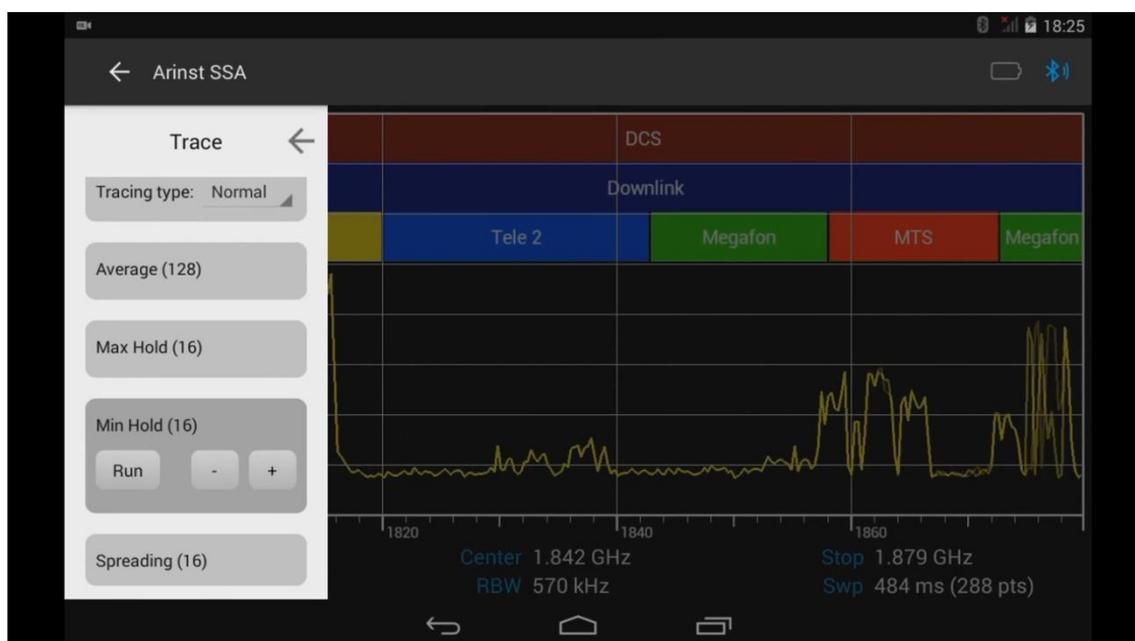

Рисунок 59 – Установка числа сканирований для отображения минимумов.
8.9.8. Режим **Min Hold** позволяет отобразить минимальные результаты измерений по нескольким сканированиям. Кнопками «-» и «+» установите необходимое количество сканирований (в диапазоне от 4 до ∞) и нажмите команду запуска **Run**, рисунок 59. Минимальный усредненный результат измерений будет отображаться на экране планшета/смартфона зеленым графиком.